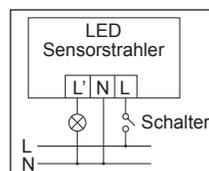

Abb. 7
4. Manueller Betrieb (zwei Varianten) (Abb. 7)